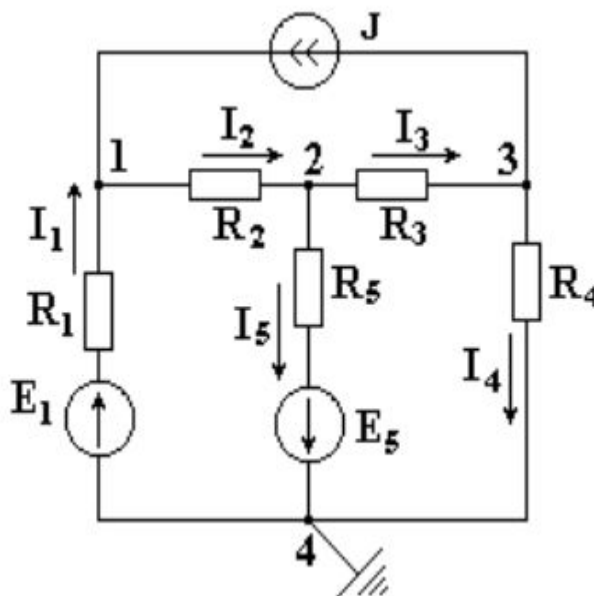

Рисунок 4.11 – Схема электрической цепи
**Пример.** Определить токи в ветвях электрической цепи (рис. 4.11), используя метод контурных токов. Известны величины сопротивлений и ЭДС. Известны величины сопротивлений и ЭДС. Внутренним сопротивлением источников пре-
В схеме имеется четыре узла. Потенциал четвертого узла схемы можно принять равным нулю. Примем для схемы  $\varphi_4 = 0$  (рис. 4.11). Тогда останутся неизвестными три потенциала.